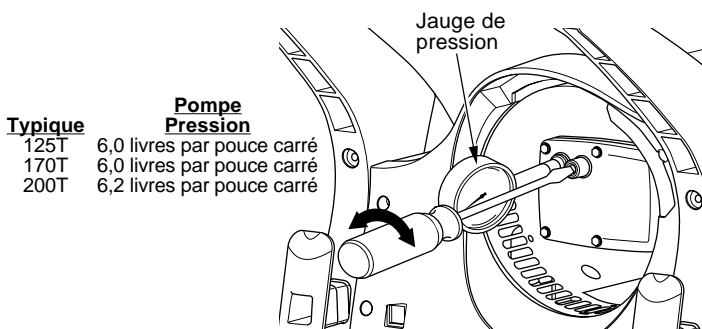

Figure 10 - Ajustement de la pression à la pompe
5. Ajustez la pression. Tournez la soupape de sûreté vers la droite afin d'augmenter la pression. Tournez la soupape de sûreté vers la gauche afin de diminuer la pression. Voir les spécifications ci-dessous pour corriger la pression (voir Figure 10).